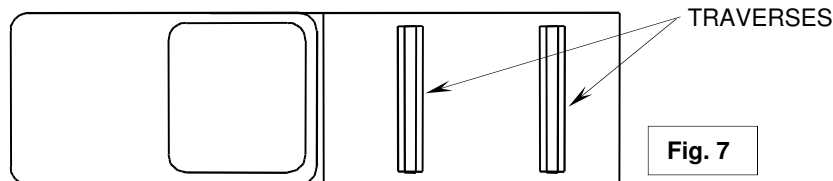

Fig. 7
3. Placer deux traverses (25) en travers de la plateforme (voir Fig. 7). Sélectionner un support latéral (28) et placer les languettes dans la deuxième fente rectangulaire à partir de l'extrémité des traverses. Glisser les chevilles longues (11) dans les trous des traverses, depuis l'intérieur vers l'extérieur comme illustré, de façon que les goupilles fendues se trouvent sur l'extérieur des traverses. Répéter pour l'autre support latéral. Verrouiller les chevilles à l'aide des goupilles à ressort (12).